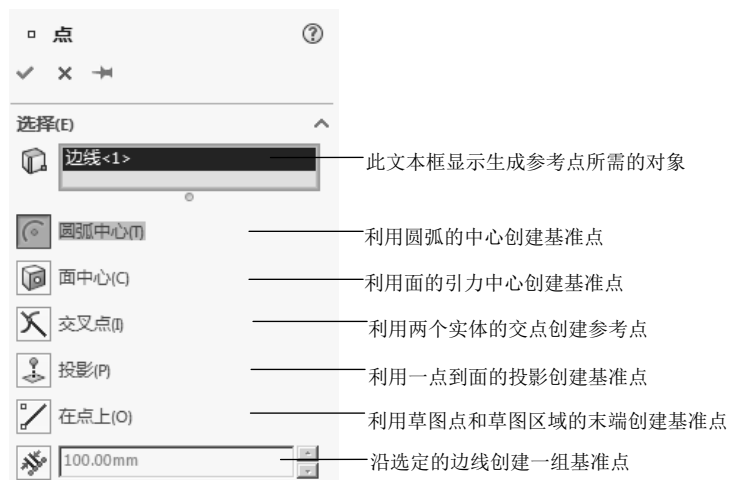

图 5.15.11 “点”对话框
Step2. 选择命令。选择下拉菜单 **插入(I)** → **参考几何体(G)** →  **点(P)...** 命令 (或单击“参考几何体”工具栏中的  按钮)，系统弹出如图 5.15.11 所示的“点”对话框。
Step2. 选择命令。选择下拉菜单 **插入(I)** → **参考几何体(G)** → **点(O)...** 命令 (或单击“参考几何体”工具栏中的  按钮)，系统弹出如图 5.15.11 所示的“点”对话框。